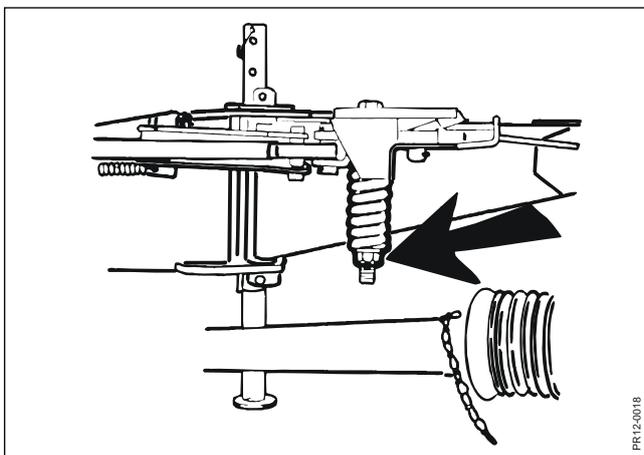

Fig. 3-12
**Fig. 3-12:** Der Sicherheitsauslöser erlaubt der Maschine nach hinten auszuweichen, wenn z.B. auf feste Gegenstände aufgefahren wird. Wenn der Sicherheitsauslöser ausgelöst worden ist, wird er beim Rückwärtsfahren am einfachsten wieder in Eingriff gebracht. Die Feder ca. 5 mm (3 Umdrehungen) zusammenspannen. Die Feder niemals so fest spannen, daß der Auslöser blockiert.